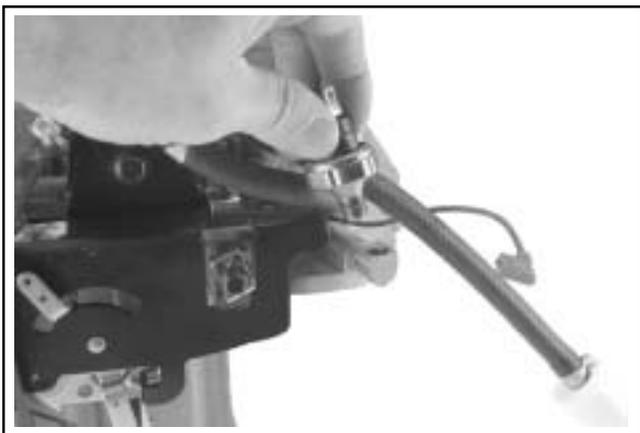

Figura 8-2. Rimozione del pressostato Oil Sentry™.
2. Rimuovere il pressostato dal passaggio centrale o dal gomito adattatore nella piastra di chiusura. Vedere Figura 8-2.